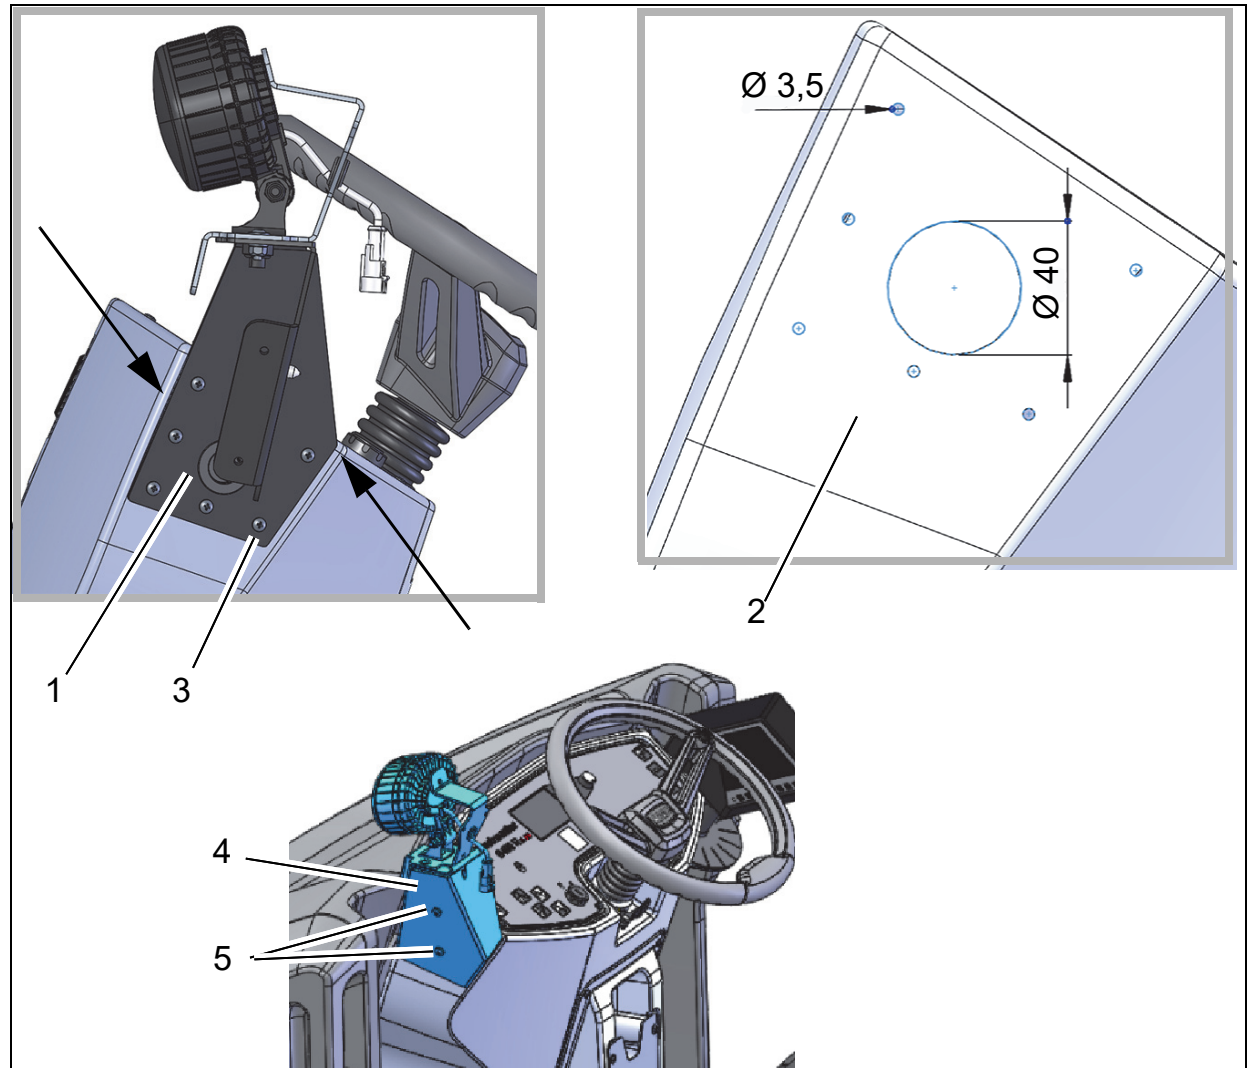

Abb. 2
1. Halterung (Abb. 2/1) als Bohrschablone verwenden. Halterung laut Abb. ausrichten und Bohrbild (Abb. 2/2) auf die linke Seite des Lenkturms übertragen und bohren.
3. Halterung mit den sechs EJOT-PT-Schrauben (Abb. 2/3) am Lenkturm befestigen.
4. Gehäuse (Abb. 2/4) mit den beiden Schrauben M6x16 am Halter des Blue Spots befestigen.